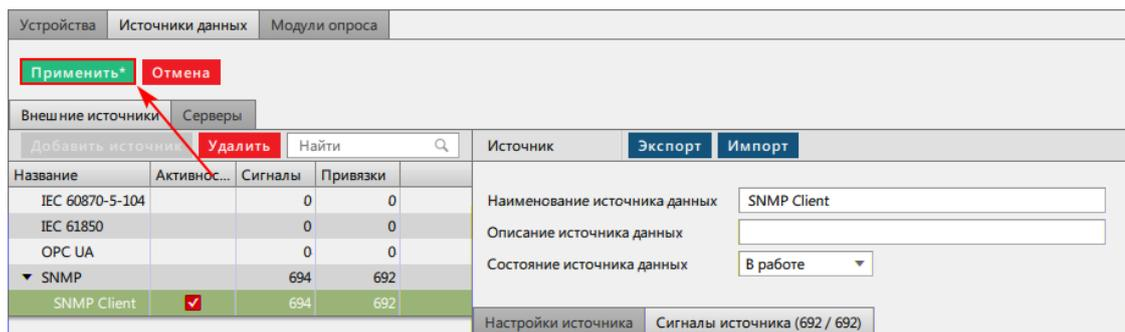

Рисунок 238 - Сохранение изменений
10. Нажмите **Применить** (Рисунок 238).